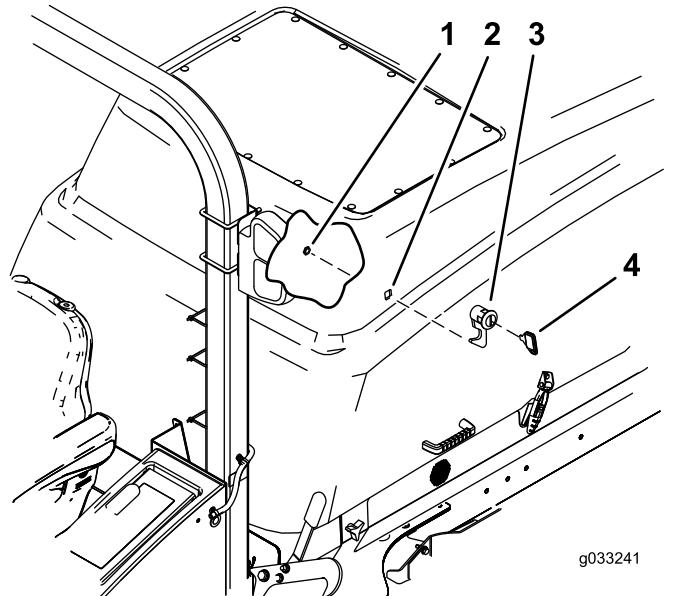

Bild 1
3. Entfernen Sie die Sicherungsmutter vom Motorhaubenriegel (Bild 1).
4. Setzen Sie den Sperrriegel in das Loch an der linken Seite der Motorhaube ein (Bild 1).